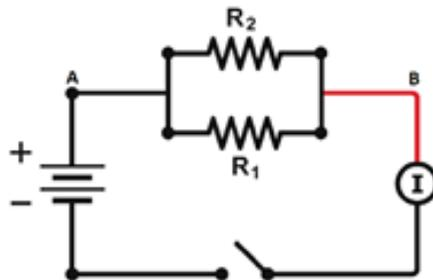

Figura 5.4: Circuito em paralelo.
1. Monte o circuito mostrado na Figura 5.4. Use um resistor de  $33 \Omega$  como  $R_1$  e outro idêntico como  $R_2$ .